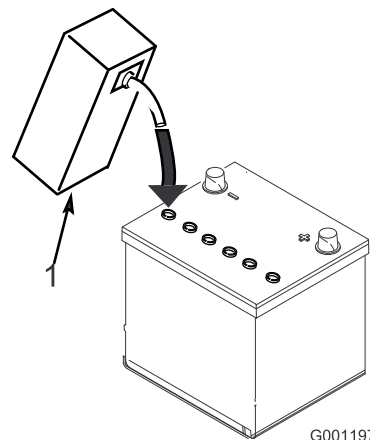

Figure 4
3. Versez de l'électrolyte avec précaution dans chaque élément jusqu'à ce les plaques soient recouvertes par environ 6 mm (1/4 po) de liquide (Figure 4).
5. Faites l'appoint au besoin pour faire monter le niveau de liquide à environ 6 mm (1/4 po) en dessous du creux de remplissage (Figure 4).